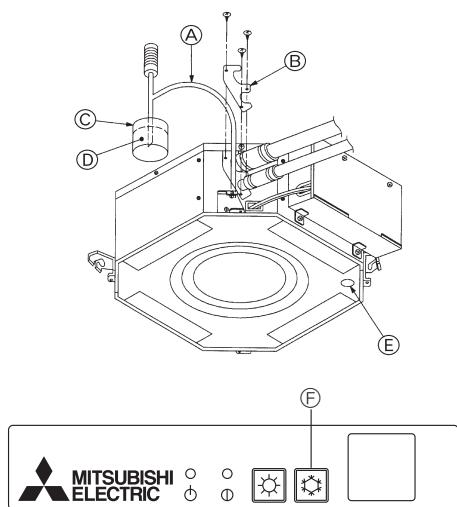

Fig. 9-5
9.4.1. För trådlös fjärrkontroll (Fig. 9-5)